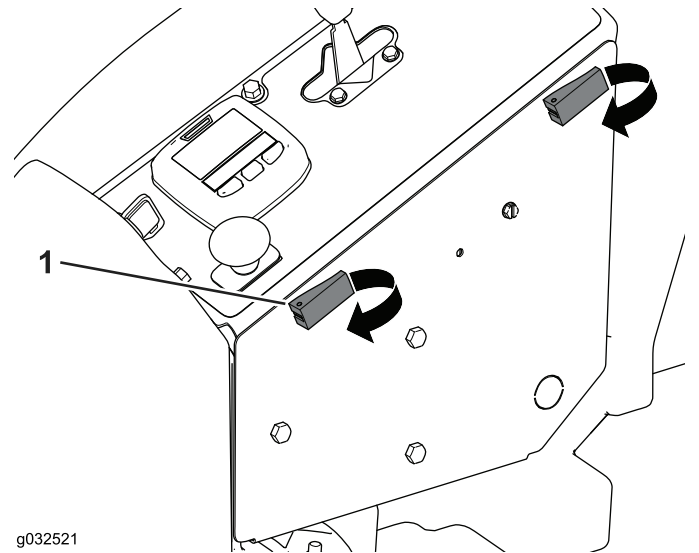

Рисунок 40
- 1. Откиньте натяжные защелки и откройте отделение органов управления на пульте оператора (Рисунок 40).